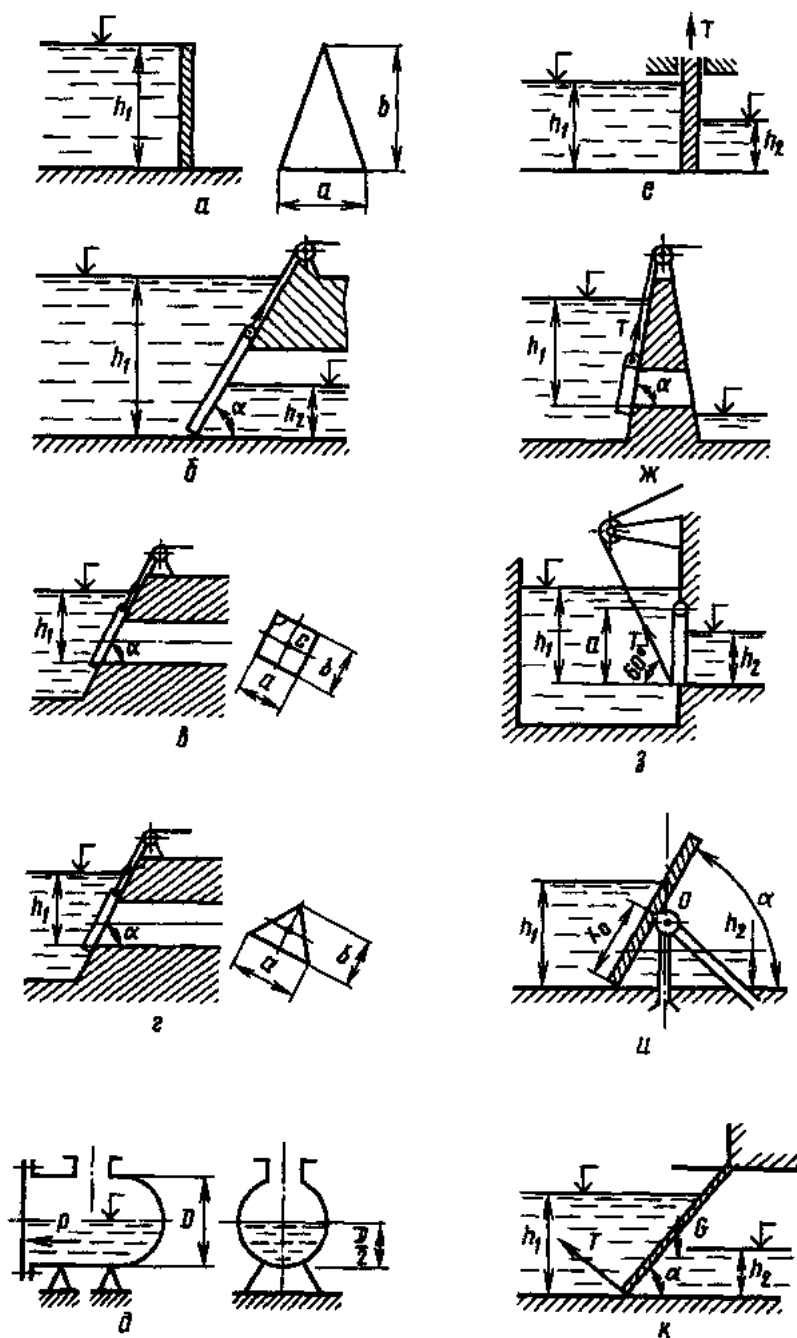

Рис.1
**Задача 1.2.** Плоский квадратный щит установлен с углом наклона к горизонту  $\alpha$  (рис. 1, б). Глубина воды перед щитом  $h_1$ , за щитом  $h_2$ , ширина щита  $b$ . Определить силу избыточного гидростатического давления и центр давления жидкости на щит. Удельный вес воды  $\gamma_w = 9,81 \text{ кН/м}^3$ .
**Задача 1.3.** Для сброса излишков воды используют донный водовыпуск, прямоугольный затвор которого имеет размеры  $a$  и  $b$  (рис. 1 в). Глубина воды от ее свободной поверхности до нижней кромки затвора  $h_1$ , угол наклона затвора  $\alpha$ , плотность воды  $\rho = 1000 \text{ кг/м}^3$ . Определить силу абсолютного гидростатического давления жидкости на затвор водовыпуска.
**Задача 1.4.** Затвор донного водовыпуска треугольной формы имеет ширину  $a$  и высоту  $b$  (рис. 1 г). Угол наклона затвора  $\alpha$ , нижняя кромка затвора находится в воде на глубине  $h_1$ , плотность воды  $\rho = 1000 \text{ кг/м}^3$ . Определить силу абсолютного гидростатического давления жидкости и положение центра давления на затвор.
**Задача 1.5.** Цистерна диаметром  $D$  наполовину заполнена керосином (рис. 1 д). Определить силу избыточного гидростатического давления  $P$ , которую необходимо приложить для открытия крышки цистерны, а также найти координату точки приложения этой силы. Плотность керосина  $\rho_k = 830 \text{ кг/м}^3$ .
**Задача 1.6.** Отверстие шлюза-регулятора (рис. 1, е) перекрыто плоским металлическим затвором с размерами: высота  $a$ , ширина  $b$  и толщина  $c = 0,25 b$ . Глубина воды слева от затвора  $h_1$ , а справа  $h_2$ . Определить начальную силу тяги, необходимую для открытия затвора, равнодействующую силы давления воды на затвор и положение центра ее приложения. Коэффициент трения скольжения  $f = 0,4$ , удельный вес материала, из которого изготовлен затвор,  $\gamma_s = 11 \text{ кН/м}^3$ , удельный вес воды  $\gamma_w = 9,81 \text{ кН/м}^3$ .